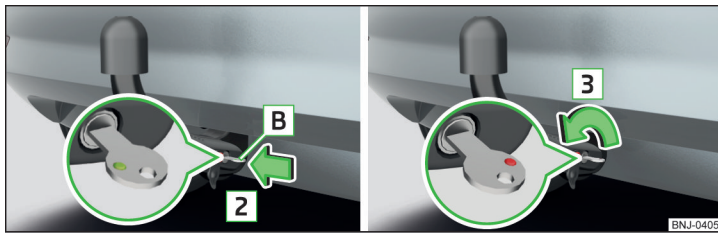

Abb. 240 Schlüssel in das Schloss stecken / Schloss entriegeln
- Den Schlüssel **B** in das Schloss in Pfeilrichtung **2** einstecken, sodass dessen grüne Markierung nach oben zeigt » Abb. 240.